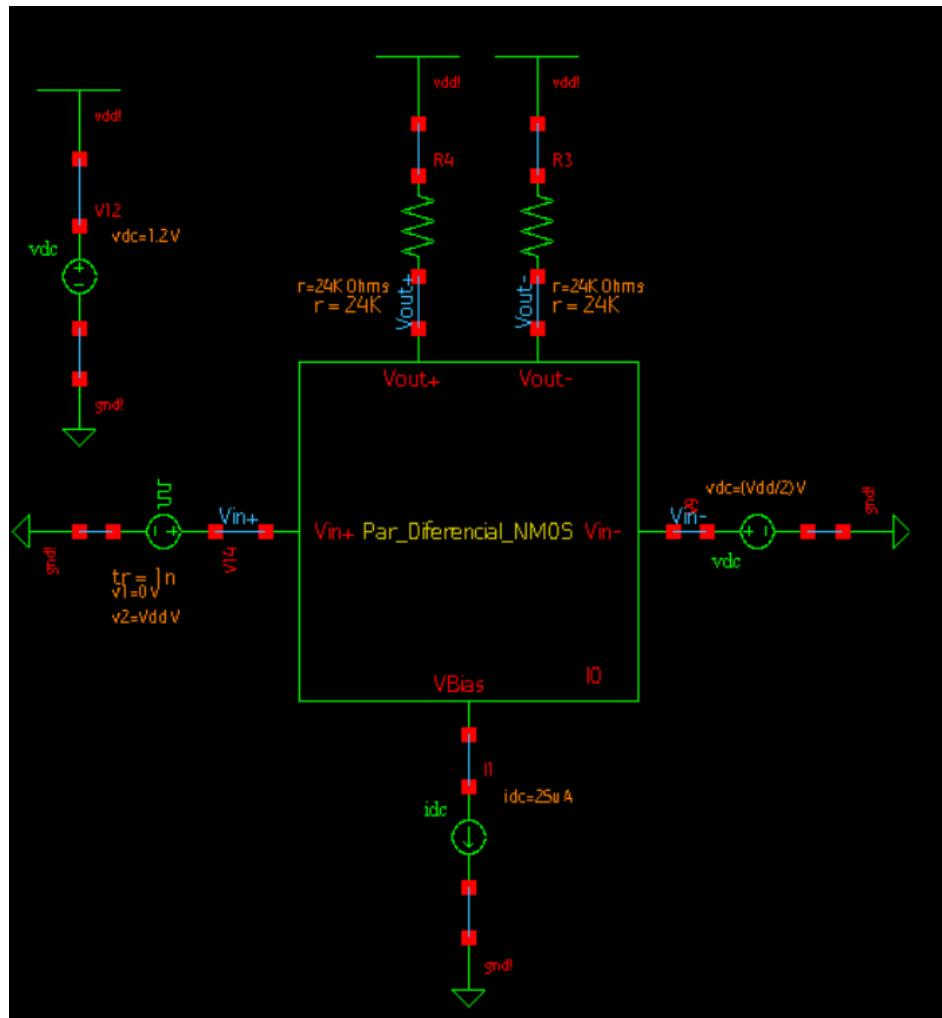
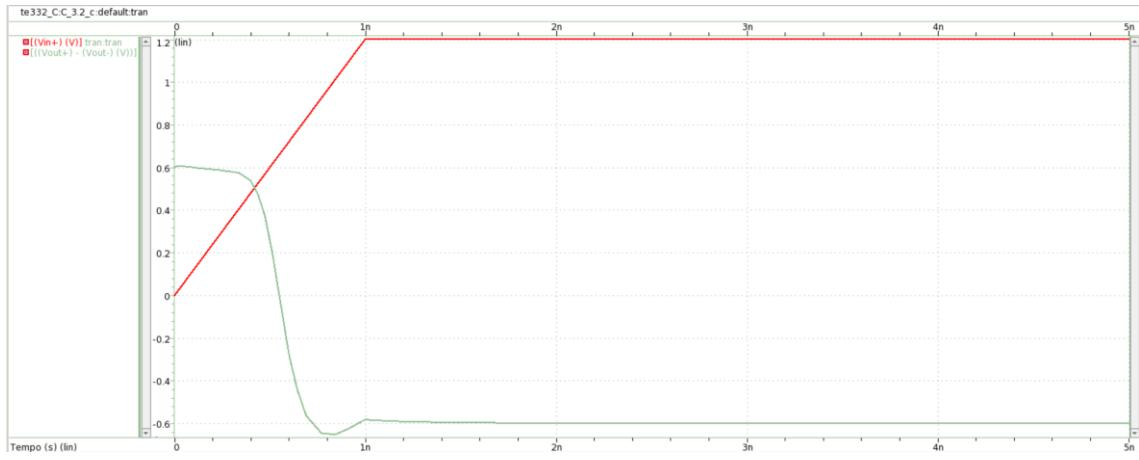

Fig. 16 – Esquemático para teste com pulso de tensão
Fig. 17 – Entrada V_{in+} e tensão de saída diferencial NMOS em função do tempo
c) Então é pedido para manter uma tensão contínua de $Vdd/2$ em uma das entradas e um pulso de tensão na outra entrada, de 0 a Vdd , com tempo de subida de 1 ns. O esquemático para essa simulação é mostrado na Fig. 16. Então foi feita uma simulação de transitório de 5 ns, selecionando a entrada $Vin+$ como *output*. Então foi selecionado o atalho de *Differential Nets* para incluir a tensão de saída diferencial. O gráfico obtido é mostrado na Fig. 17. Em seguida são incluídas outras Figuras para localizar mínimos e máximos que a tensão de saída diferencial assume.